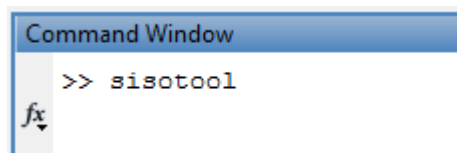

Figura 37. Inicialización Herramienta de Sintonización Sisotool.
- Abra la herramienta Sisotool escribiendo en la pantalla Command Window de Matlab la palabra *sisotool* y oprima enter tal como se ve en la Figura 37.